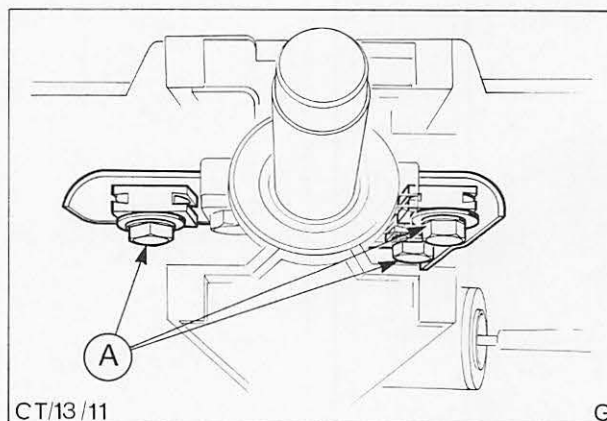

Abb. 71 Lenksäule ausbauen
8. Drei Schrauben und Scheiben von Lenksäulenhalterung abschrauben, Abb. 71.